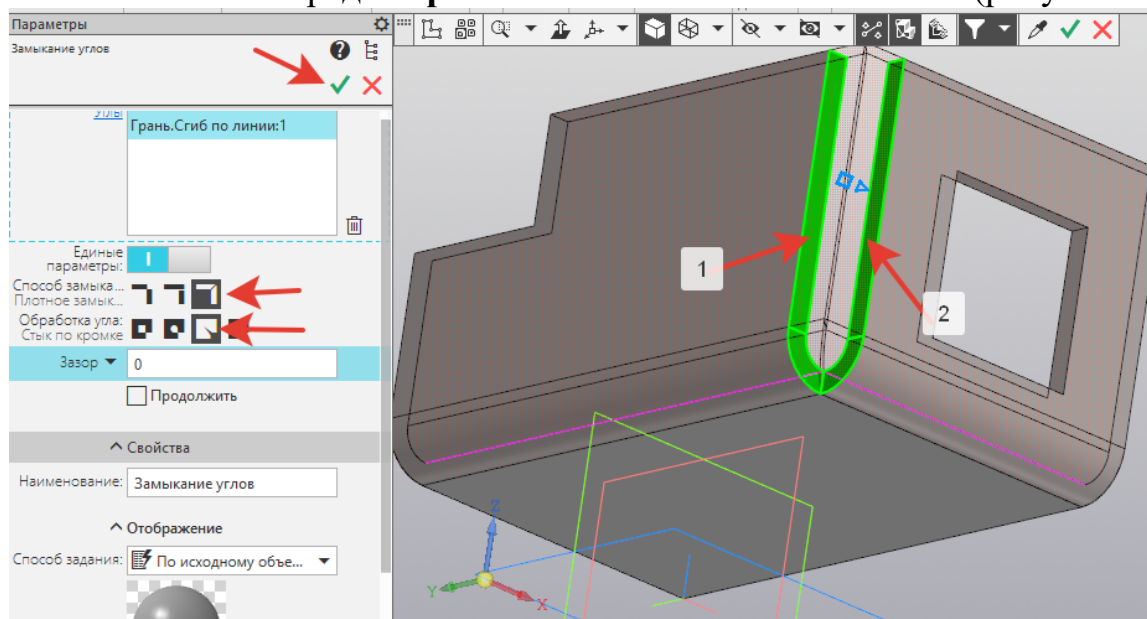

Рисунок 79.
8. ЗАМЫКАНИЕ УГЛОВ. На инструментальной панели выбрать **Элементы листового тела** -  **Замыкание углов**. В **Параметрах** задать - **Способ замыкания** -  **Плотное замыкание**, **Обработка угла** -  **Стык по кромке**. Указать поочередно грани 1 и 2. **Создать объект**  (рисунок 79).